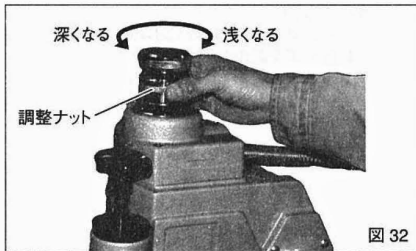

図 32
- 調整ナットの太い目盛り1目盛りで約0.3mmの深さ調整ができます。(図32)